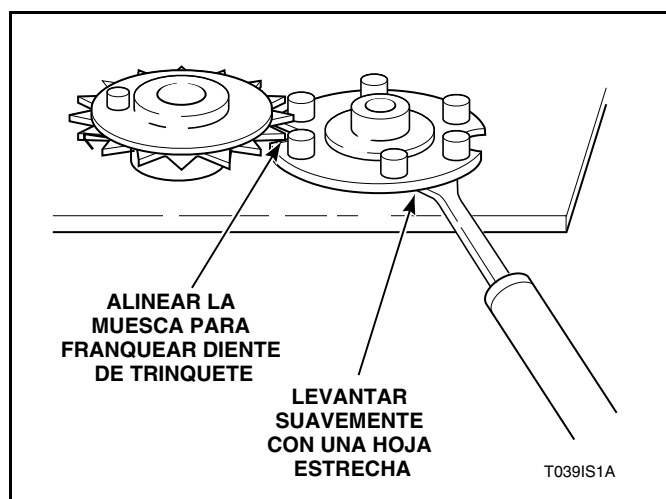

Figura 12
1. Gire la leva con la mano hasta que la muesca en "V" se alinee con el diente del trinquete. Consulte la *Figura 12*.